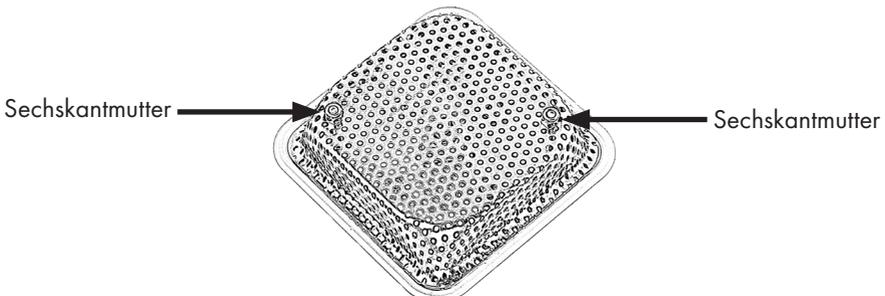

Abbildung 2
1. Schrauben Sie zuerst die zwei Muttern des Siebes ab und nehmen Sie das Sieb ab. Setzen Sie anschließend das gewünschte Sieb genauso wieder darauf und schrauben Sie die Muttern fest. (Abb. 2)